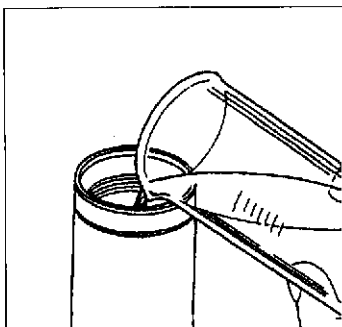

Fig. 6
- 11) Versare nel tubo della forcella metà della quantità prevista per ogni stelo (Fig. 6).